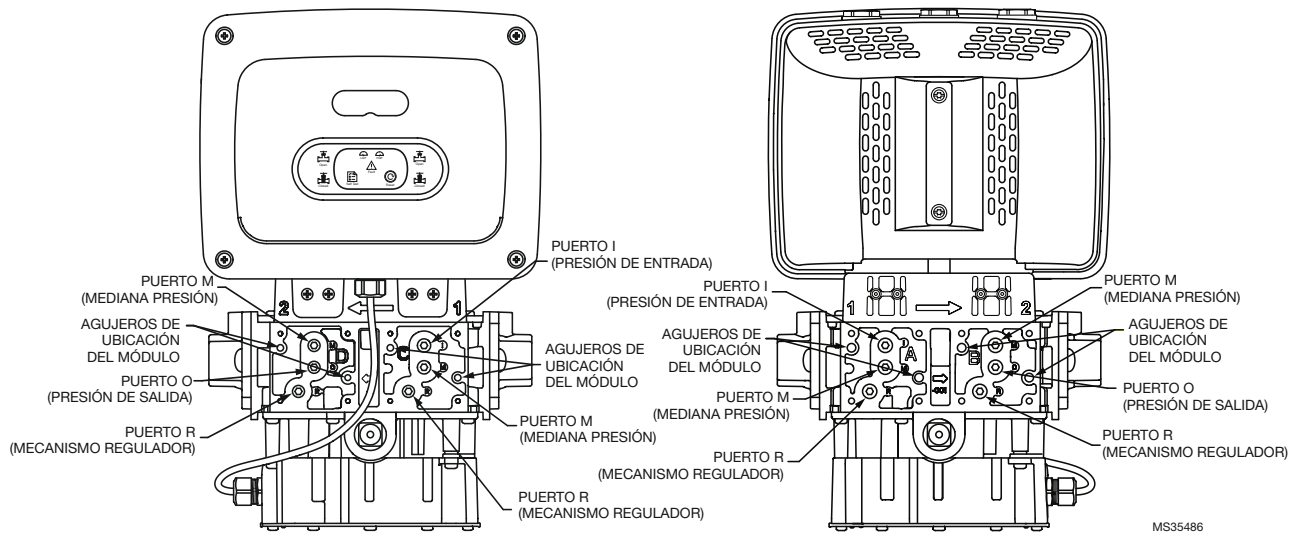

Fig. 2. Cuerpo de la válvula y puertos de presión.
Las ubicaciones del puerto de presión del asiento de la válvula V1 y V2 en ambos lados de la válvula se muestran en la Fig. 2. La ubicación del módulo de presión y la funcionalidad asociada puede encontrarse en la Tabla 1. Las ubicaciones y las funciones de montaje disponibles dependen del modelo de válvula y del nivel de inteligencia.
2. Seleccione la ubicación correcta del acceso de presión (A/B/C/D) y para abrir el puerto de presión correcto. Consulte la tabla 2 y la Fig. 2
2. Retire el enchufe del puerto de presión adecuado (O o M) del costado del cuerpo de la válvula como se identifica en la tabla 2 y la Fig. 2 utilizando la herramienta adecuada.
4. Ensamble el módulo de presión al cuerpo de la válvula acoplando sus dos puntos de ubicación en los agujeros de ubicación del cuerpo de la válvula. Consulte la Fig. 2.